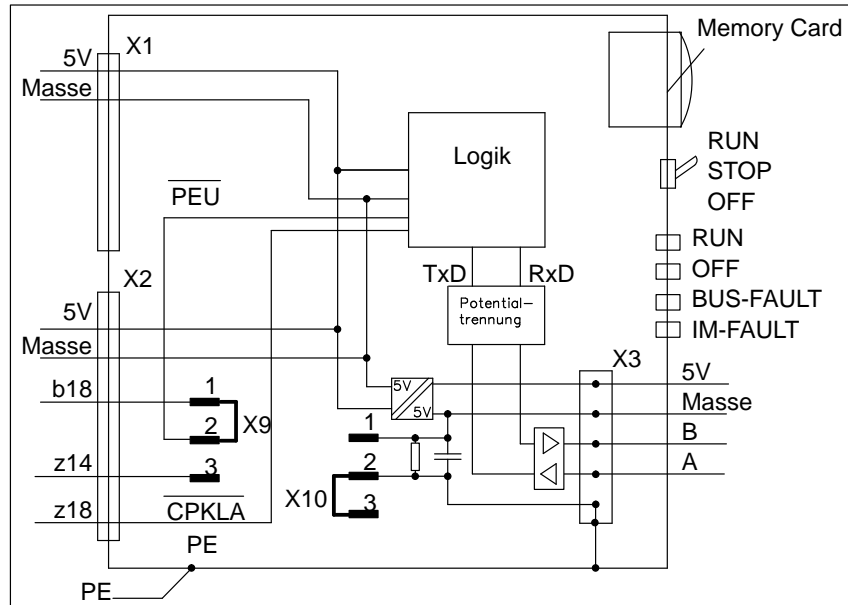

Bild 5-2 Prinzipschaltbild der IM 308-C
**Prinzipschaltbild** Bild 5-2 zeigt das Prinzipschaltbild der IM 308-C: